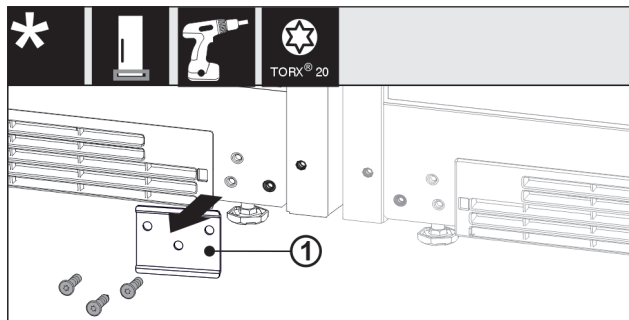

Fig. 16
- Svitare la lamiera Fig. 16 (1) eventualmente montata.